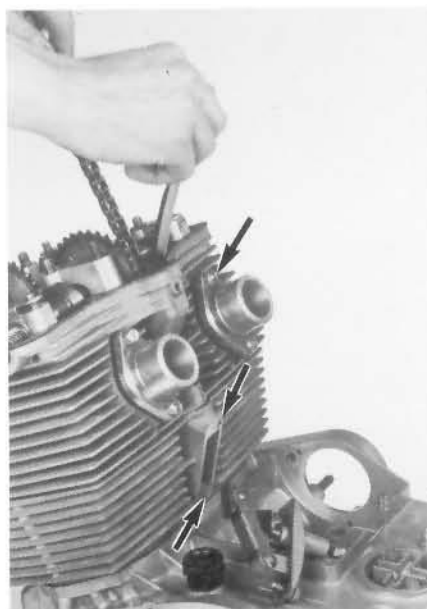

Fig. 56
- 8) Mettere in fase di distribuzione montando la catena e regolarne la tensione, dopo aver montato la lama ed il dispositivo tendicatena (Fig. 56).
- 8) Fit the cam chain, adjust its tension, fit the chain tensioner blade and the tensioner mechanism; take care to obtain the correct valve timing (Fig. 56).